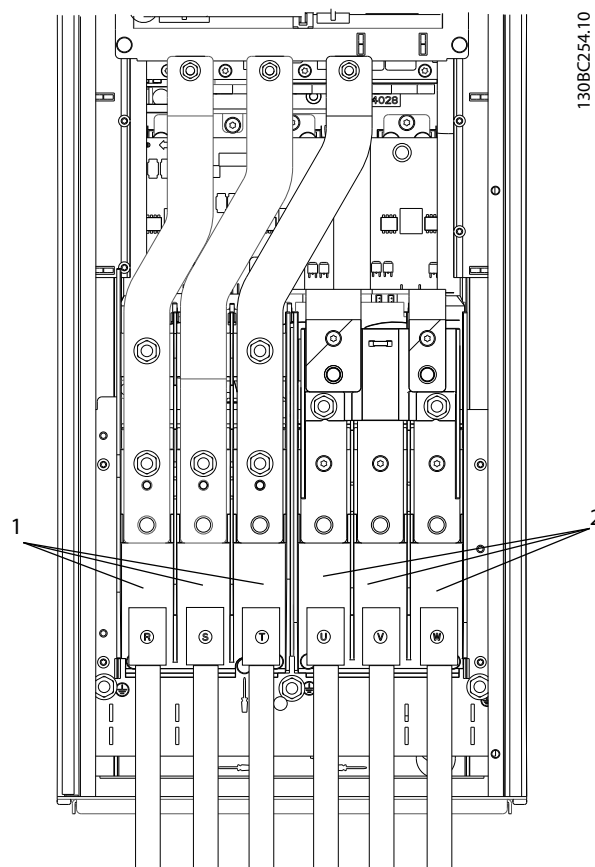

Рисунок 2.23 Подключение к сети питания переменного тока
- Подключите проводку трехфазной сети переменного тока к клеммам L1, L2, и L3 (см. Рисунок 2.23).